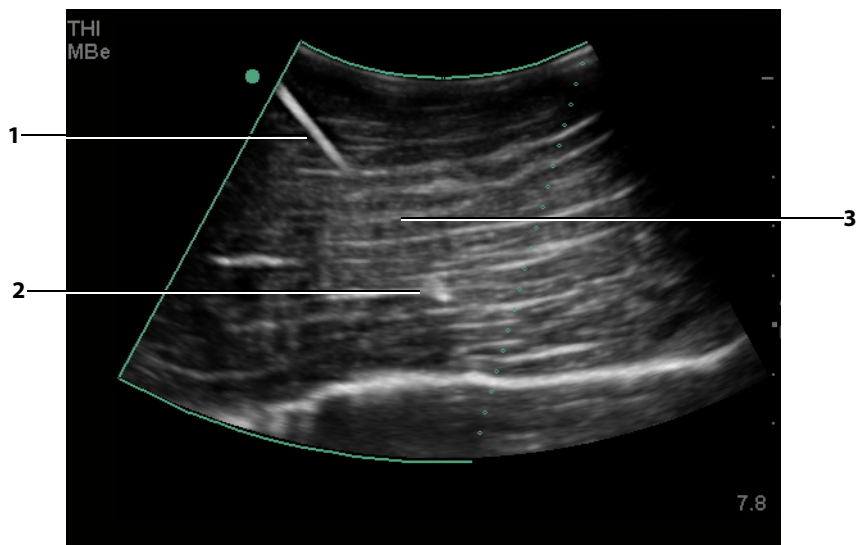

Рис.3: При использовании датчика с конвексной матрицей могут быть видны только отдельные сегменты иглы.
- Следует учитывать, что из-за расходимости луча от датчика с конвексной матрицей часть иглы может быть не видна на изображении. (См. Рис. 3.) Кончик иглы может не отображаться.
При использовании датчика с конвексной матрицей с помощью функции MBe можно определить направление иглы, хотя на изображении могут отображаться только ее отдельные сегменты. (См. Рис. 3.) С помощью перемещения кончика иглы и впрыскивания жидкости выясните его месторасположение.